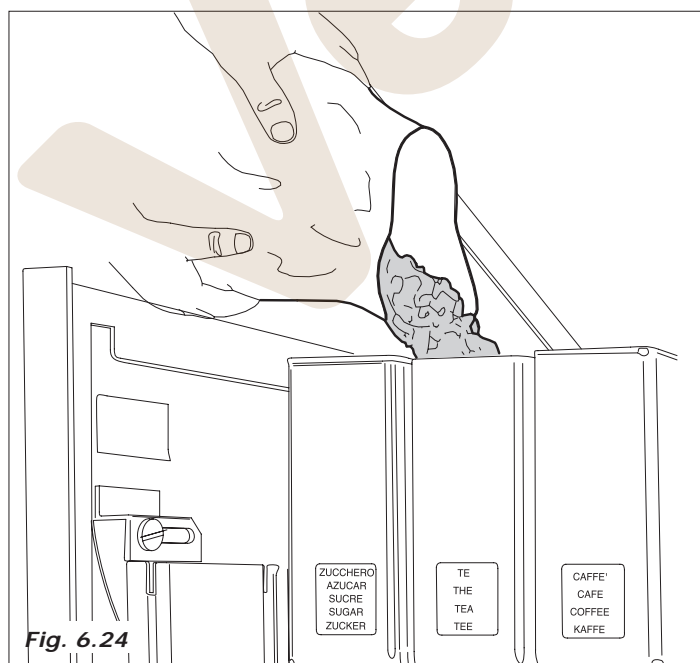
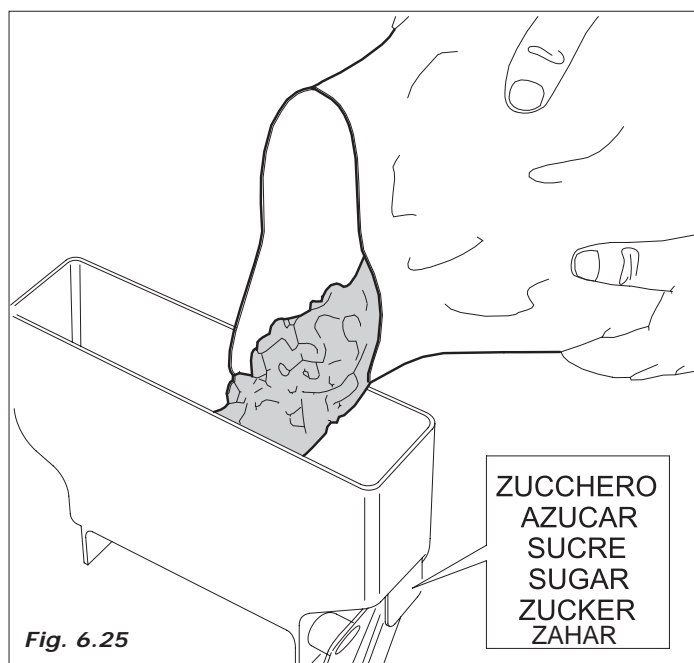

Fig. 6.24
Fig. 6.25
- Quitar la tapa de todos los contenedores y colocar el producto adecuado según muestra el rótulo (Fig. 6.24 - Fig. 6.25)